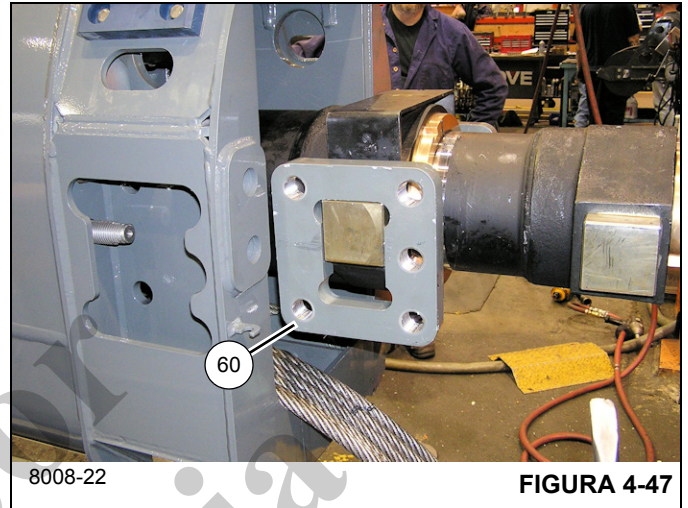

FIGURA 4-47
75. Instale la grasera (106) en el miembro soldado del eje (98) (lados izquierdo y derecho). Añada grasa hasta que la grasa salga a través de las poleas.
76. Instale la placa de muñón (60) en la orejeta cuadrada delantera del cilindro telescópico (6) (lados izquierdo y derecho) (vea la Figura 4-47).